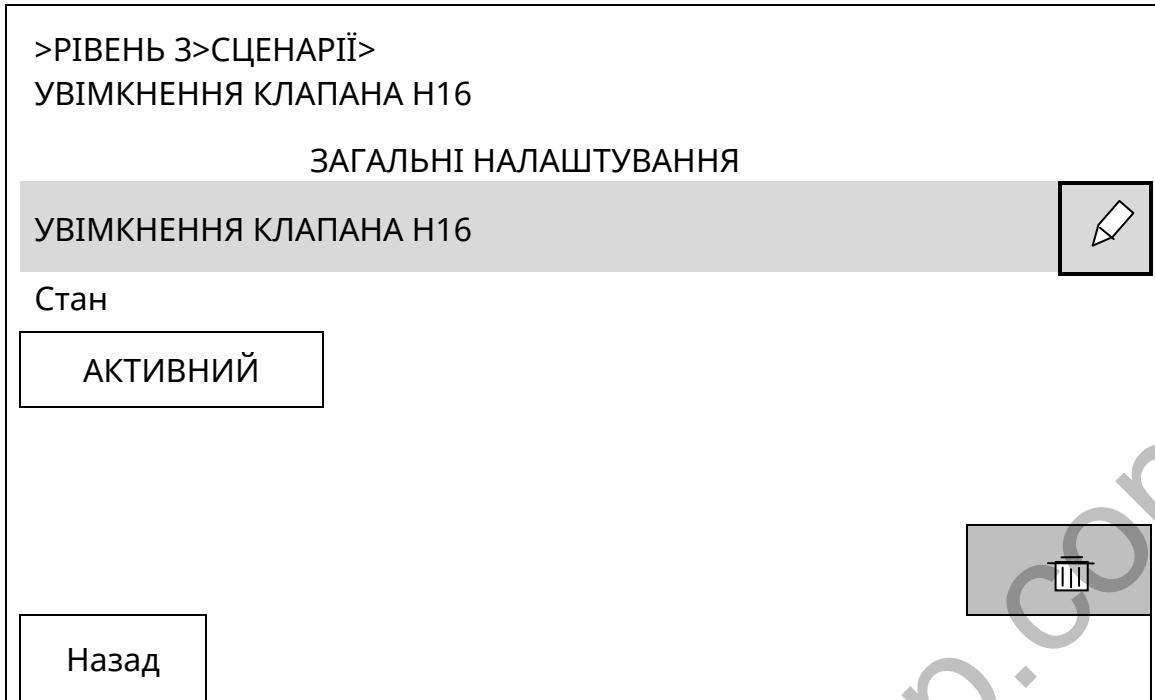

Рисунок 10.16.6 - Загальні налаштування сценарію
10.16.4.1 За замовчуванням всі нові сценарії під час їх створення неактивні, тобто автоматично не запускаються. Для запуску сценарію потрібно його активізувати, доторкнувшись до поля «Стан» (рис.10.16.6) (за замовчуванням стан «Не активний»). З моменту запуску сценарію ППКП починає стежити за появою умов його активації.